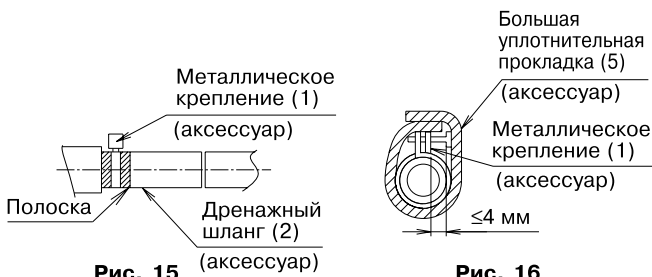

Рис. 15
- Используйте дренажный шланг (2) и металлический зажим (1). Полностью вставьте дренажный шланг (2) в дренажный патрубок и крепко затяните металлический зажим (1), при этом верхняя часть ленты должна располагаться на конце шланга. Затягивайте металлический зажим (1) до тех пор, пока головка винта не приблизится к шлангу на расстояние в менее чем 4 мм. **(См. рис. 15, 16)**